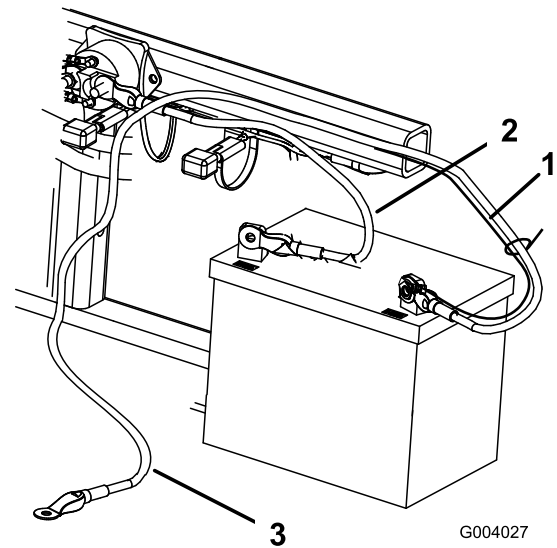

Figura 6
2. Conecte el cable positivo (rojo) al borne positivo (+) con un perno ( $\frac{1}{4}$ " x  $\frac{5}{8}$ ") y una contratuerca (Figura 6).
3. Conecte el cable negro pequeño y el cable negativo (negro) al borne negativo (-) de la batería con un perno ( $\frac{1}{4}$ " x  $\frac{5}{8}$ ") y una contratuerca ( $\frac{1}{4}$ ") (Figura 6).